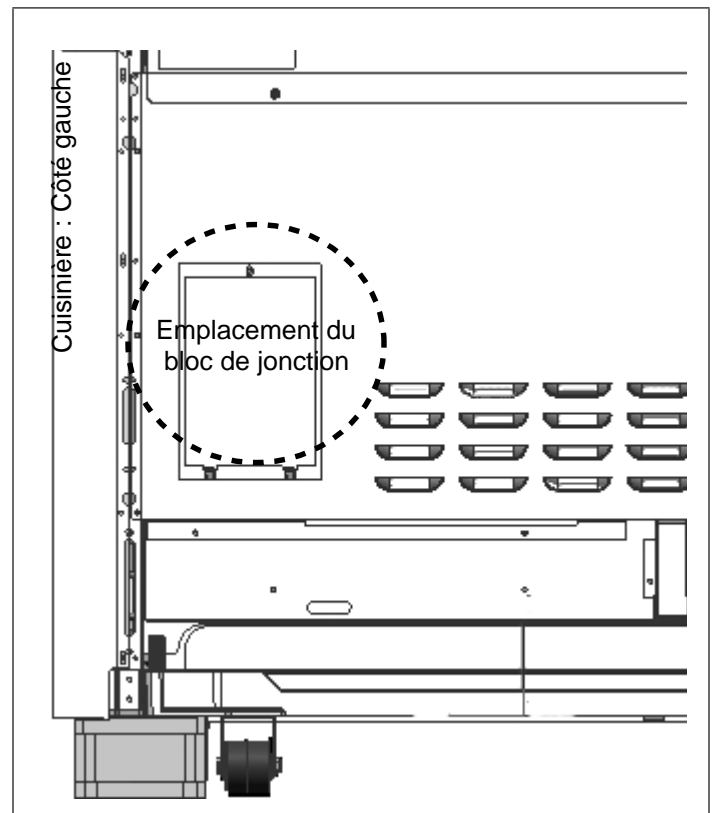

Figure 11: Emplacement du bloc de jonction
— Les appareils peuvent être branchés directement à l'alimentation. L'installateur doit fournir un conduit en aluminium flexible approuvé, format ¾ po (19 mm), d'une longueur minimale de 6 pieds (1,8 mètre). Localisez le bloc de jonction à l'arrière de l'appareil et enlevez le couvercle (consultez la Figure 11). Le conduit doit être fixé à la boîte de connexion à l'aide d'un connecteur de conduit approuvé. L'extrémité libre du conduit de câbles doit être branchée à un bloc de jonction installé dans la zone d'alimentation électrique, comme illustré sur la Figure 3.
3. Utilisez deux vis fournies pour fixer le haut et le bas du dossieret de protection dans chaque montant de cloison (voir Figure 11).